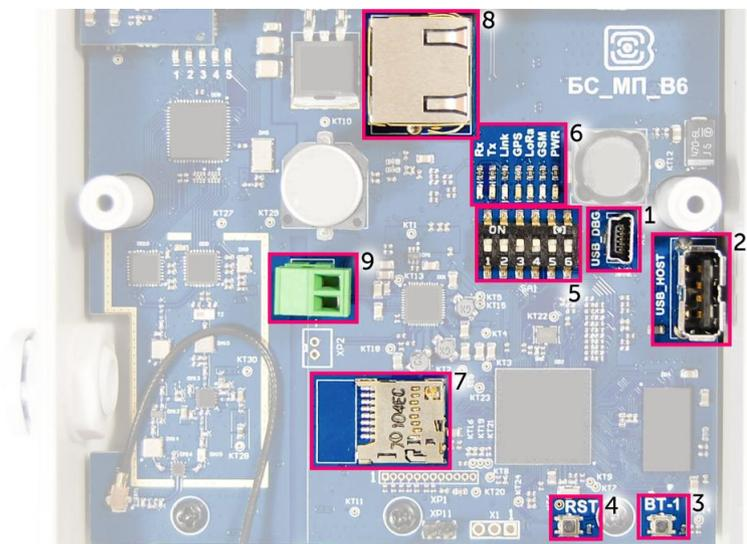

Рис. 3.1. Расположение средств управления и индикации, а также входных и выходных интерфейсов.
Базовая станция подключается к сети интернет 8-жильным сетевым кабелем (витая пара), через разъём на плате (рис. 3.1 (8)). Кабель может быть обжат по стандартам T568A и T568B. Контакты нумеруются с 1-го по 8-й справа налево.
На плате имеется дополнительный разъем для питания (рис. 3.1 (9)). Подключаться к нему можно только при отключении контактов питания в сетевом кабеле, это контакты 4, 5 и 7, 8. Допустимое напряжение питания 12-48 В, минимальная мощность 20 Вт.
Базовая станция имеет mini USB порт для подключения к компьютеру и работы по протоколу SSH (рис. 3.1 (1)), а также хост USB для подключения внешних устройств по USB кабелю (рис. 3.1 (2)). Кроме того, на плате расположено гнездо для SD накопителя (рис. 3.1 (7)).
На плате базовой станции расположены две кнопки. Одна из кнопок зарезервирована для дальнейших разработок (рис. 3.1 (3)). По нажатию на другую кнопку происходит мгновенная перезагрузка базовой станции (рис. 3.1 (4)).
Кроме того, на плате расположены переключатели (рис. 3.1 (5)), которые предназначены для выбора способа загрузки образа прошивки: с внутренней памяти, с SD-карты или через mini USB с компьютера и используются только в условиях сервиса. В рабочем режиме положение переключателей должно быть таким, как на рисунке 3.3 – включены только переключатели 3 и 4.
На плате расположены несколько светодиодных индикаторов (рис. 3.1 (6)), сигналы которых описаны в таблице ниже. Они отображают функционирование той или иной системы: питание (включено/выключено), видимость спутников GPS, GSM-модем (включен/выключен), функционирование программы обработки сигналов LoRa (Packet forwarder запущен/не запущен), наличие активности по Ethernet, обмен данными по mini USB порту.
При подключении по последовательному порту необходимо соединить базовую станцию с персональным компьютером кабелем с разъемом mini-USB. На плате нужный порт обозначен как USB_DBG (рис. 3.1(1)). Далее необходимо осуществить подключение к виртуальному COM-порту, для этого нужно установить драйвер для MCP2200. Тогда в диспетчере устройств появятся «**Порты (COM и LPT)**».